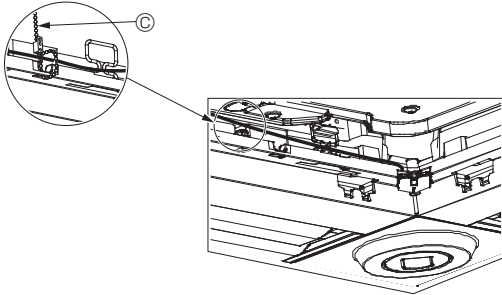

Fig. 10-12
- Şemada gösterildiği gibi i-see Sensör ve sinyal alıcısı kablolarını, kabloların gevşeklik olmayacak şekilde tespit malzemesi ile tespit edin ve daha sonra tespit malzemesinin fazla kısmını kesin. (Fig. 10-12)
- Eğer i-see Sensör konumu "o" konumundan (E) "□" konumuna (F) değiştirilmişse, anahtar ayarlarını değiştirin. (Sayfa 13'ye bakın.)